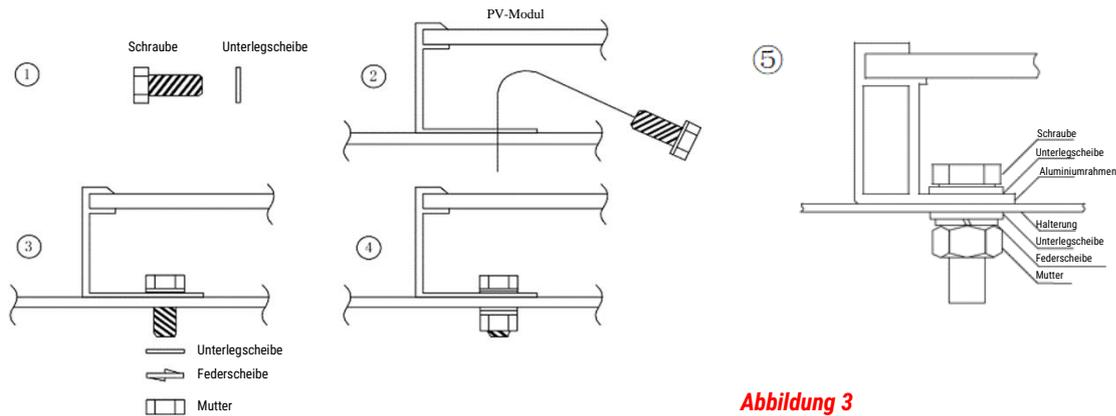

Abbildung 3
- Das Verfahren und die Spezifikationen der Befestigungsteile sind in **Abbildung 3** unten dargestellt:
<p>Abbildung 3: I-A</p>	 <p>Abbildung 4: I-B</p>